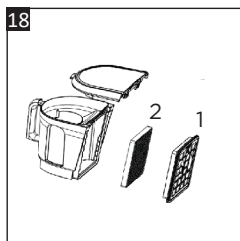

Fig. 18
3. Tire de las 2 pestañas de plástico en el medio del filtro HEPA (22) para quitarlo de la parte posterior del depósito de polvo (Fig. 18).
4. Luego saque el filtro de esponja (21) del filtro HEPA.